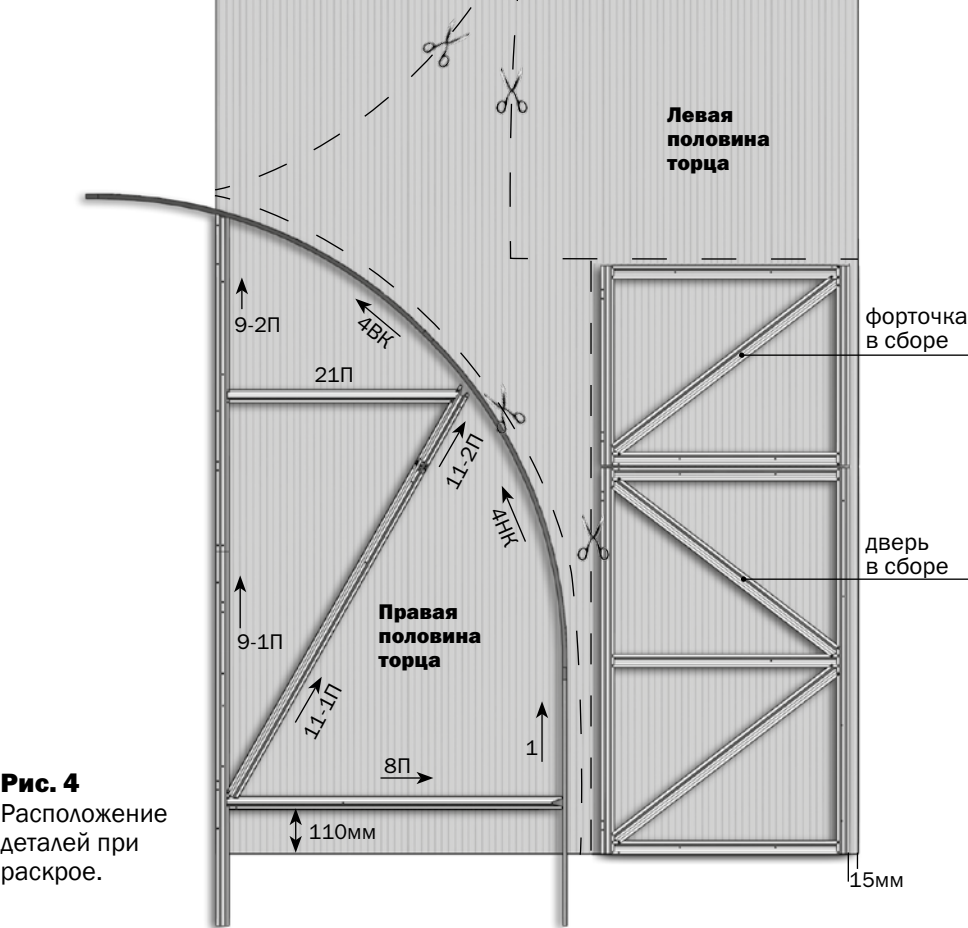
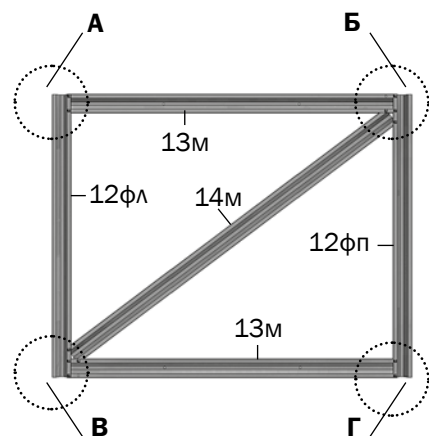

Рис. 4
Рис. 13
детали 12...14 (дверь и форточка) - см. **Рис.13,14**
2. Первоначально надо раскроить лист покрытия для торцов. Для этого соберите двери, форточки (**рис.13, рис.14**) и половину торца из деталей дуг **4ВК, 4НК** и прямолинейных деталей **1, 8П, 11-1, 11-2П, 21П, 9-1П, 9-2П**, временно закрепив загнутые концы деталей **11-2** на отверстия дуги. Не снимая защитной пленки с поликарбоната, разметьте лист покрытия в соответствии с **рис. 3 и рис. 4**
СООТВЕТСТВИИ С РИС.3 И РИС. 4**